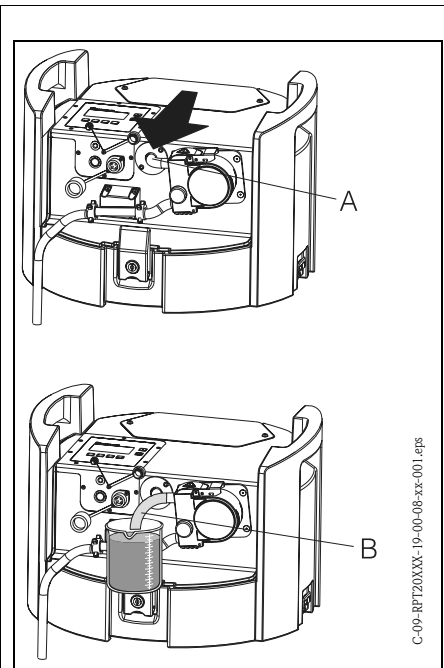

Fig. 18: Taratura del volume del campione
3. Rimuovere il tubo flessibile della pompa già installato dall'attacco del tubo (→ Fig. 18, pos. A) e inserirlo nel becher graduato (→ Fig. 18, pos. B).
13. Inserire nuovamente il tubo flessibile della pompa nell'attacco del tubo sino al fermo (→ Fig. 18, pos. A).